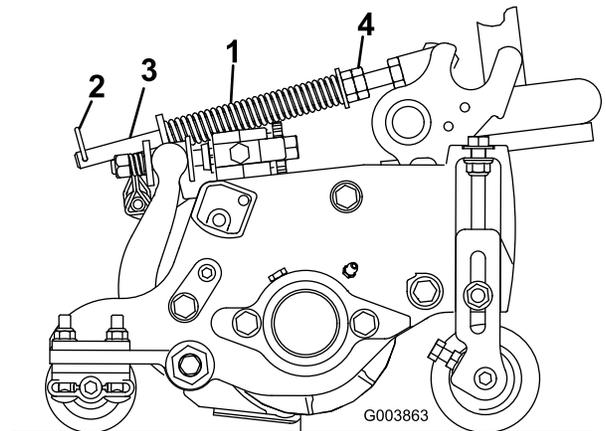

図 90
ターフ補正スプリングは、カッティングユニットの前から後ろへの「体重移動」を行う働きがあります 図 90。これにより、マーセリングやポビングと呼ばれる「波打ったような」仕上がりを防いでいます。
1. スプリングロッドの後穴にヘアピンコッターを忘れずに取り付けてください 図 90。
2. 7" カッティングユニットの場合、スプリングの圧縮長が 15.9 cm になるまで、スプリングロッドの先端にある六角ナットを締める (図 90)。